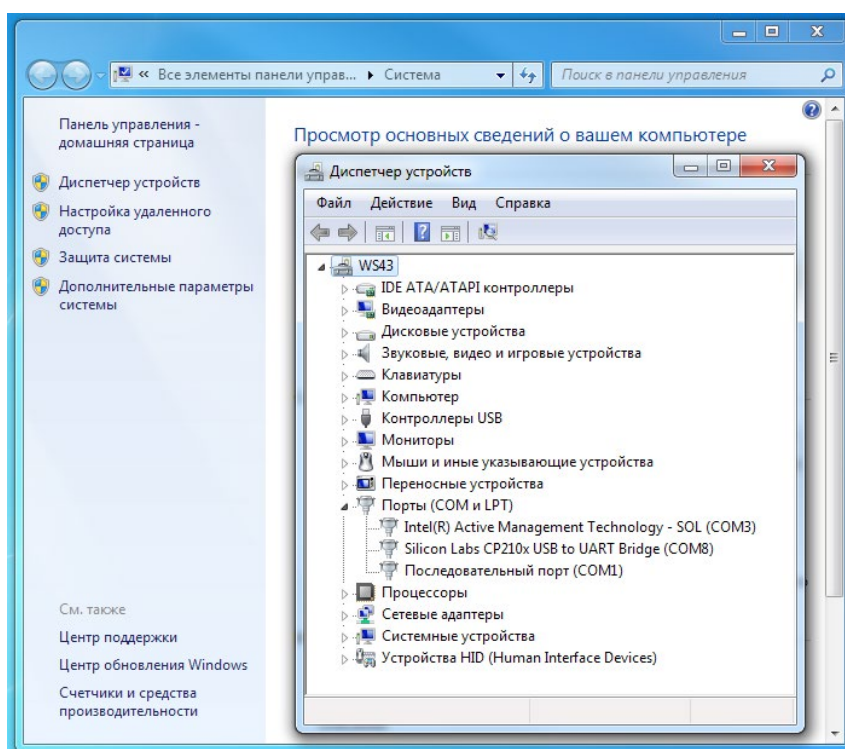
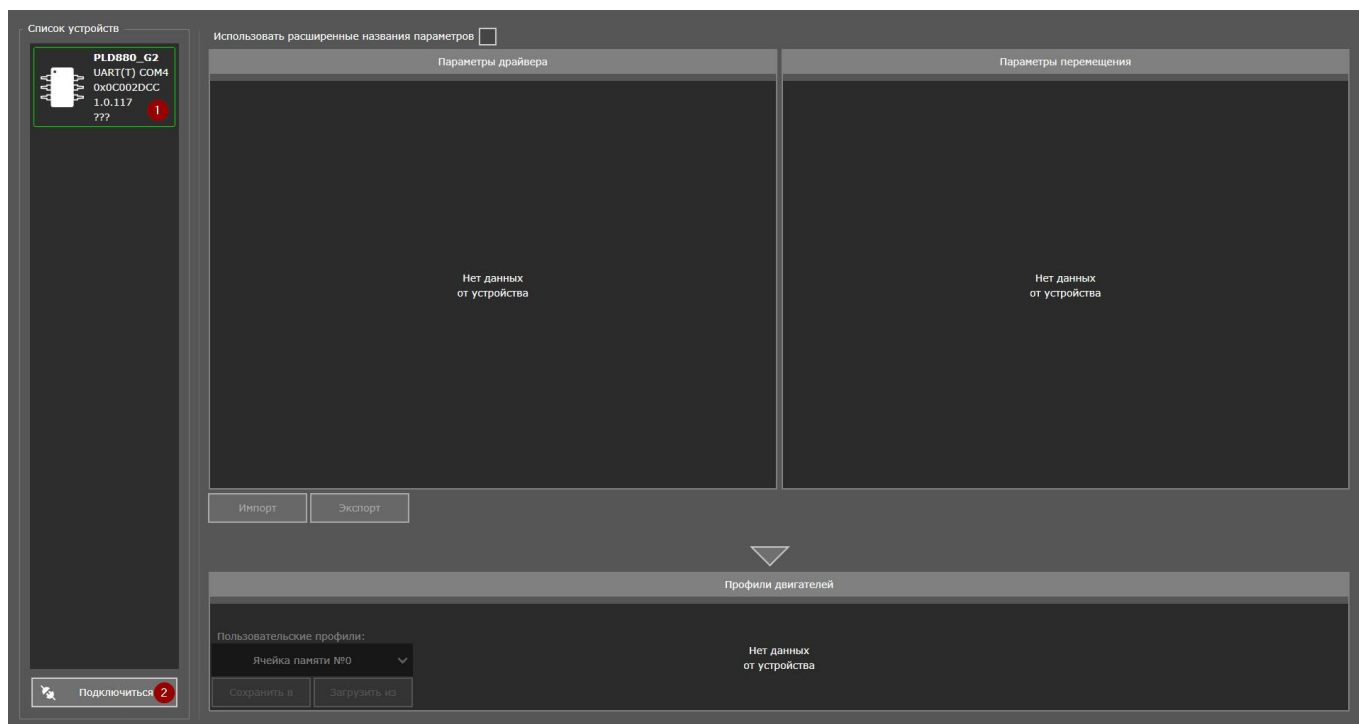

Рисунок 8 — Виртуальный COM-порт в диспетчере устройств.
Рисунок 9 — Подключение устройства через виртуальный COM-порт.
- в открывшемся окне программы-конфигуратора, в меню с выбором устройства слева, выбрать необходимое устройство (PLD880-G2). Номер порта можно найти, нажав WIN+PAUSE, в Диспетчере Устройств, в группе Порты (COM и LPT) (рис. 8). Далее необходимо нажать кнопку «Подключиться» (рис. 9).